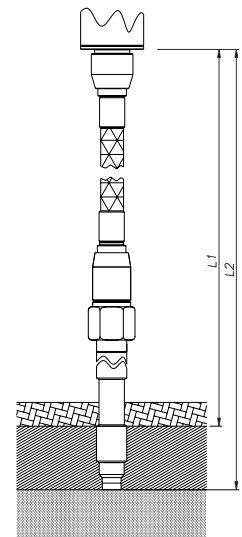

Fig. 1
(\*) la valeur (L) de la fig. 1 détermine la distance maximum entre le circuit électrique et le bloc haute température